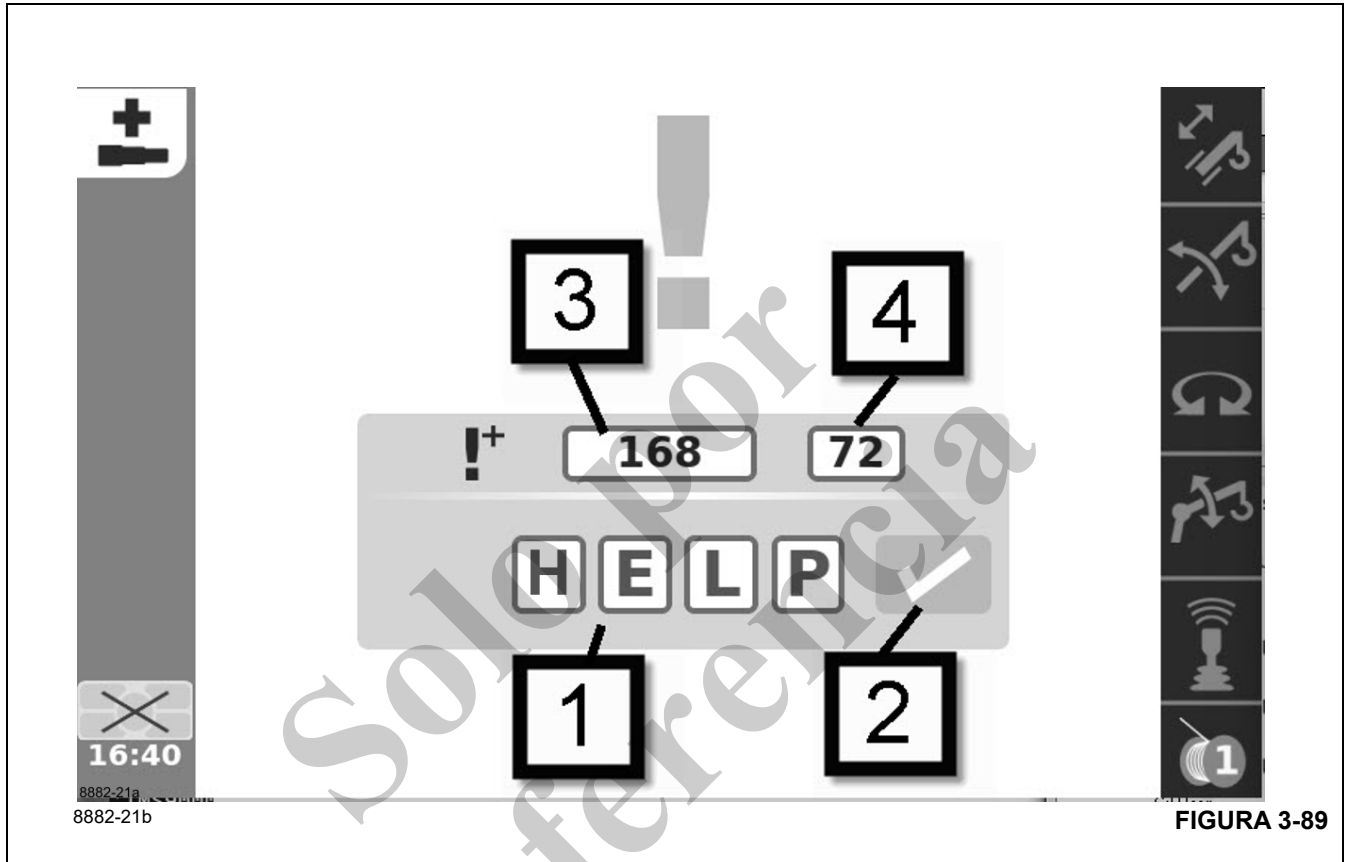

FIGURA 3-89
- Seleccione y confirme las letras H-E-L-P (1), (Figura 3-89); se abre la pantalla para acceder al programa de emergencia de telescopización.
- Confirme la entrada con el símbolo (2), (Figura 3-89).
Introduzca una contraseña para abrir el menú del programa de emergencia de telescopización (Figura 3-89).